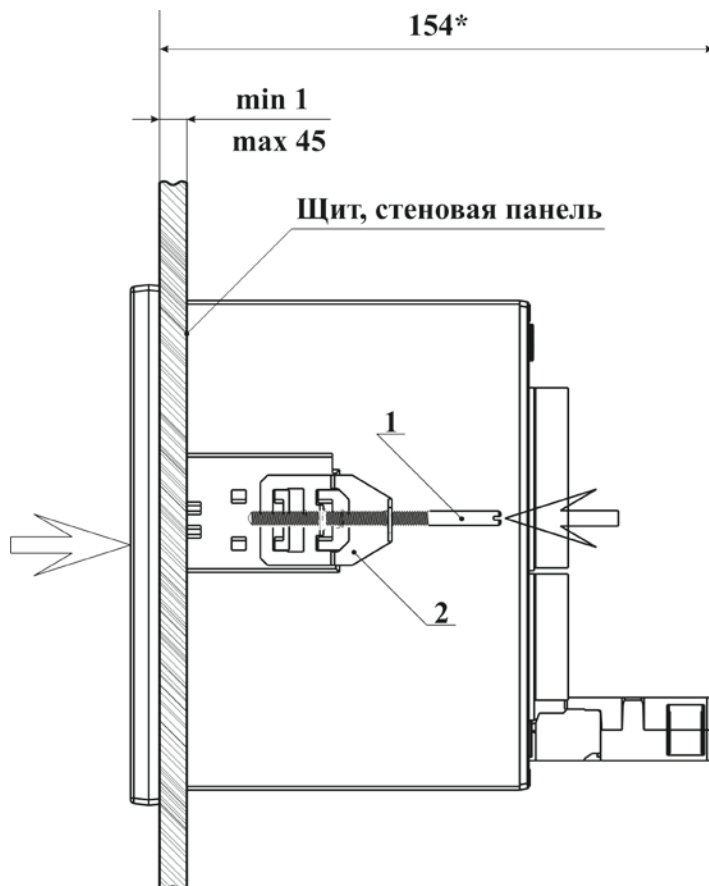

Рисунок 13 – Установка БС-08
- установить БС-08 в вырез в щите, панели (рисунок 13);